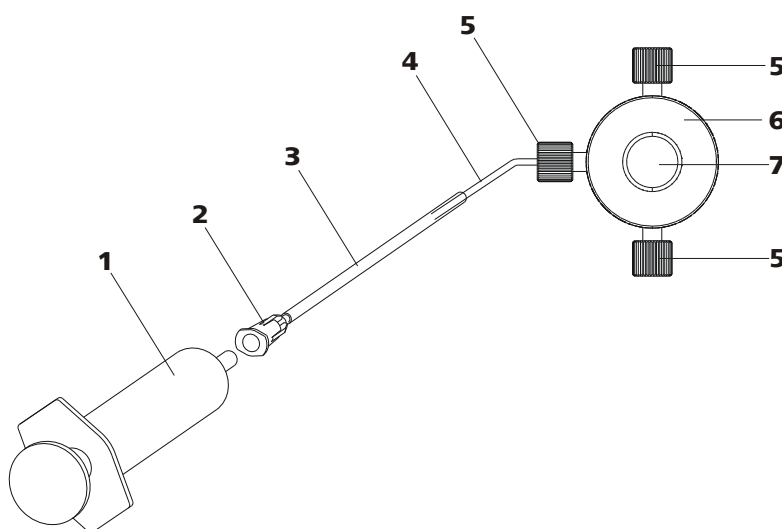

Figure 19 Purger la pompe haute pression
Purger la pompe haute pression de la manière suivante (voir Figure 19, page 36) :
- Insérer la seringue (19-1) dans le connecteur Luer (19-2) de la canule de purge (voir Figure 19, page 36).